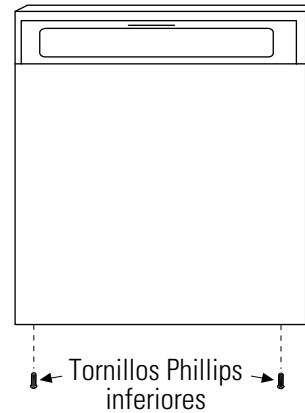

Figura 3
- Retire los dos tornillos que están en la parte inferior del panel de puerta (Figura 3). Conserve los tornillos.